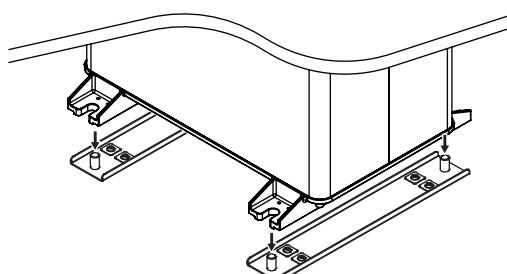

図3) 蓄電池本体の位置決め
- ・下図3) のように、屋内設置用金具の上に蓄電池本体を置き、4隅の位置合わせをしてください。